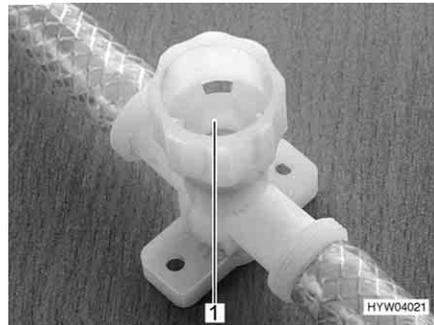

Bild 139 Ablasshahn für Therme
- Alle Ablasshähne schließen. Dazu die Kappen (Bild 139,1) im Uhrzeigersinn drehen.
- Alle Ablasshähne der Therme öffnen. Dazu die Kappen (Bild 139,1) entgegen dem Uhrzeigersinn drehen.